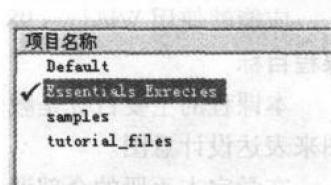

图 1
- 在“项目”窗口，双击 Essentials\_Exercise 项目，激活该项目，如图 1 所示。